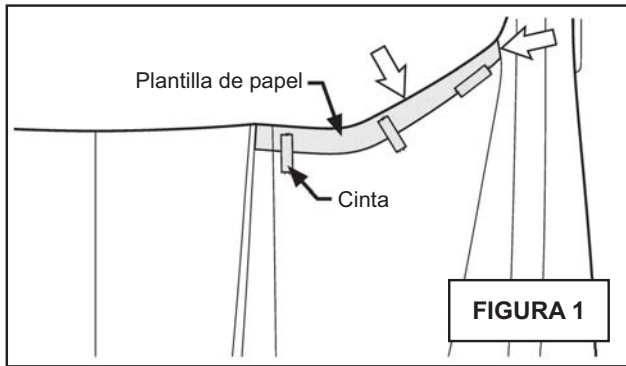

FIGURA 1 - Alineación de plantilla.
1. Recorte la plantilla de papel, alinee los bordes al tablero del cofre y coloque con cinta la plantilla en su lugar (Figura 1).